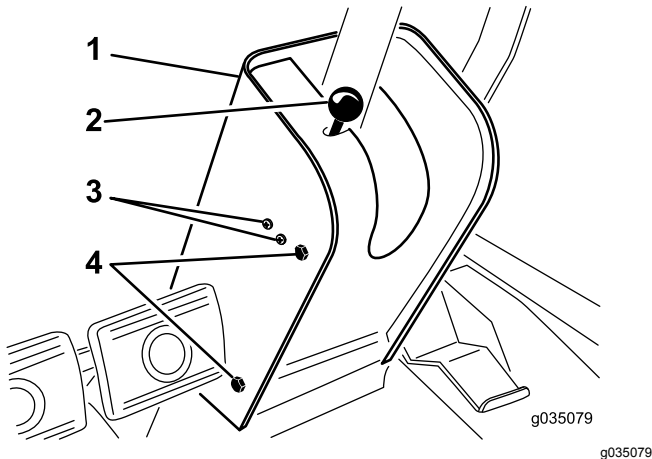

Bild 72
2. Nehmen Sie das Handrad von der Feststellbremsstange und die Schrauben von der Abdeckung der Lenksäule (**Bild 72**).
4. Lösen Sie die Schrauben und Muttern, mit denen der Schalter für die Feststellbremse links an der Lenksäule befestigt ist (**Bild 72**).